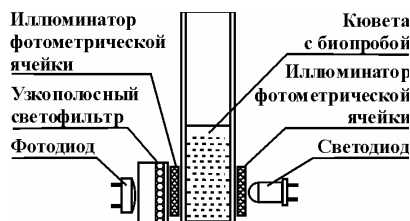

Рис. 1. Размещение оптических элементов измерительного канала
5.1. Работа оптической схемы прибора (рисунок 1).